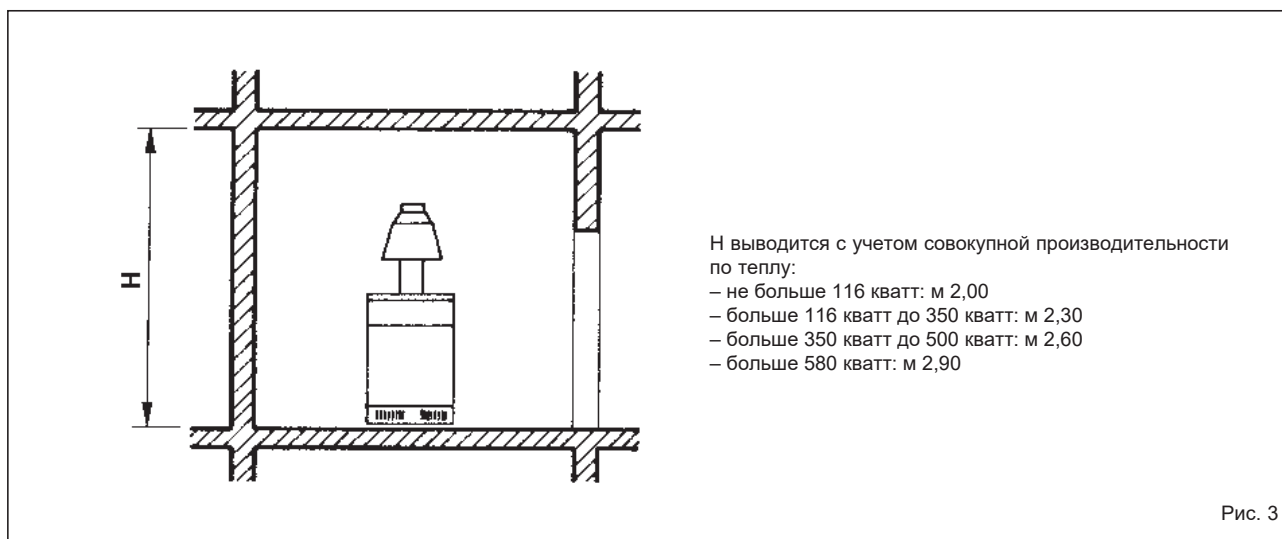

Рис. 3
1.5 ПОТЕРЯ ДАВЛЕНИЯ В КОТЛЕ (Рис. 3)
2.1 ПОМЕЩЕНИЕ КОТЕЛЬНОЙ И ВЕНТИЛЯЦИЯ (Рис. 3)
Модели “RX 37-48-55 E” с мощностью более 35 кВт должны размещаться в техническом помещении, имеющем определенные размеры и отвечающем требованиям в соответствии с Законом DM. 12/04/96 № 74 “Об утверждении правил техники безопасности для предотвращения пожаров при проектировании, строительстве и эксплуатации термических устройств, работающих на газовом топливе”. Высота помещения, где устанавливается котлоагрегат, должна соответствовать размерам, приведенным на рис. 3. Кроме того, для притока воздуха в помещение необходимо сделать во внешних стенах воздухоудовки, поверхность которых, рассчитанная в соответствии с п.4.1.2 этого же DM. норматива, ни в коем случае не должна быть меньше 3000 см^2 , а в случае использования газа с плотностью больше 0,8 меньше 5000 см^2 .